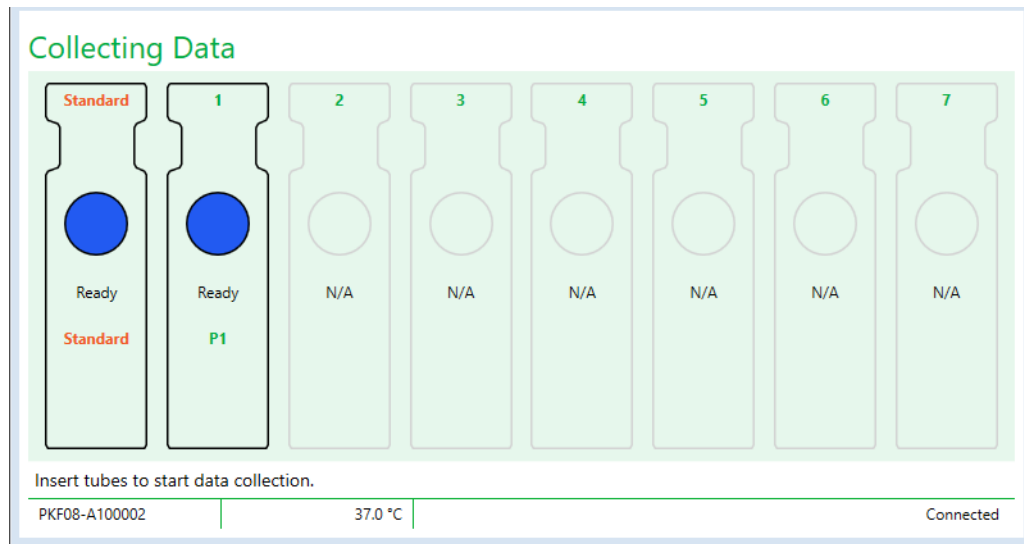

Abbildung 12. BG Analytics®-Datenerfassung-Bildschirm, Bereit zur Datenerfassung
1. Auf dem **Datenerfassung**-Bildschirm wird der Status für jede mit einer Proben-ID versehene Kavität als **Bereit** angezeigt (siehe Abbildung 12).